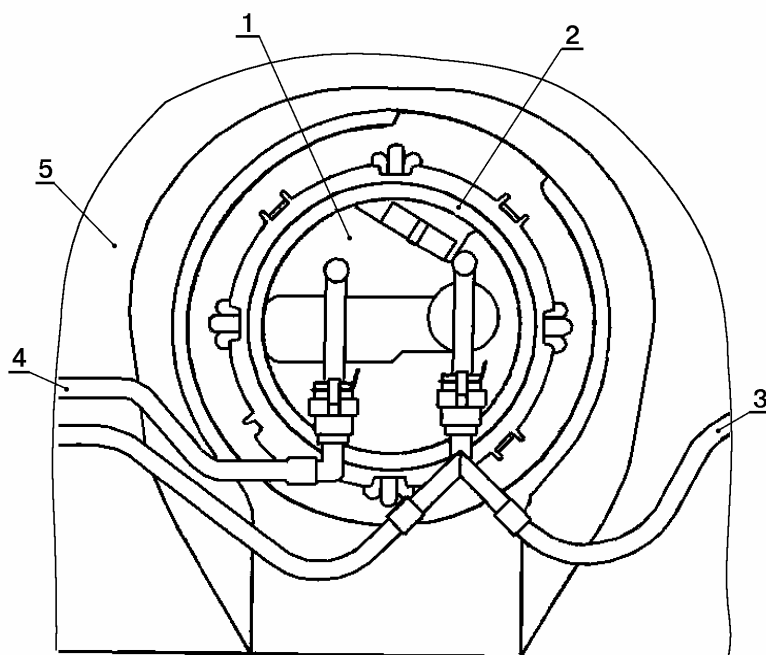

Рис.20. Установка электробензонасоса:
9.2.1 Откинуть вперед заднее сиденье, снять крышку люка в днище кузова и отсоединить колодку жгута проводов от электробензонасоса 1, рис.20 (отвертка крестообразная).